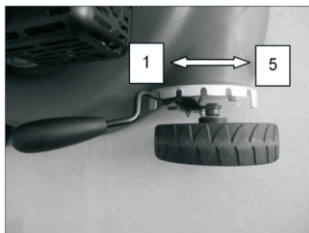

Fig. 12
**Su segadora está equipada con una palanca de ajuste central de altura que ofrece 5 posiciones.(Fig.12)**